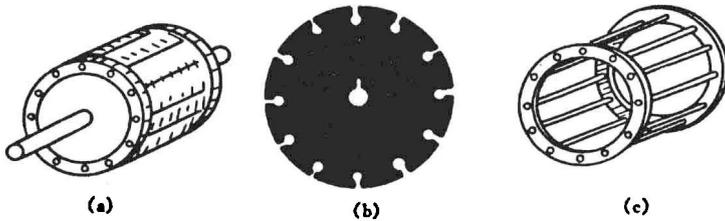

图 2-3 鼠笼式转子
(2) 转子。将转子铁芯叠片压入转子轴上就组成了转子的铁芯，用以嵌放转子绕组，并成电机主磁路的另一部分，如图 2-3 所示。在转子铁芯槽内压入铸铝，加工成转子绕组，构成转子的电路部分。因转子绕组形状象西方人装松鼠的笼子，